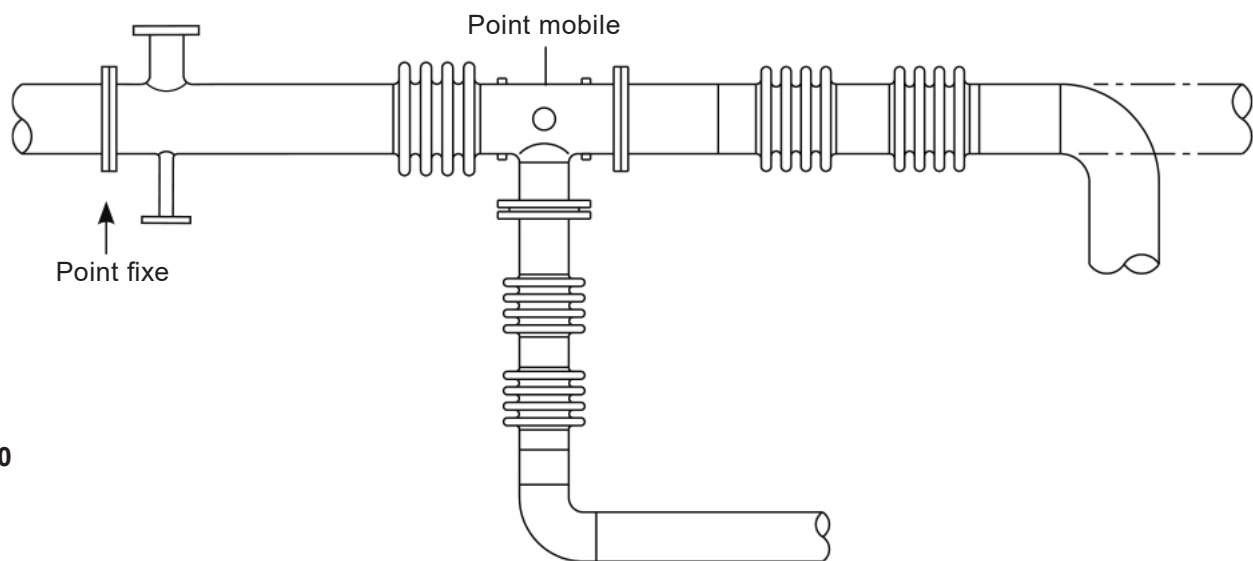

Fig. 10
- 4.9** La Fig. 10 montre un exemple de raccordements des tubes. Il est possible d'utiliser également des tubes de plus grande courbure ou des raccordements flexibles.